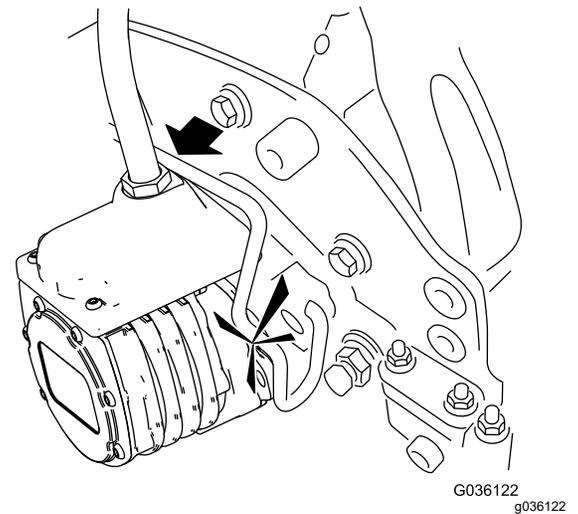

Figura 55
7. Introduzca el motor en el lado izquierdo de la unidad de corte (visto desde el puesto del operador) y tire de la barra de retención del motor (en la unidad de corte) hacia el motor hasta que oiga un “clic” en ambos lados del motor (**Figura 55**).